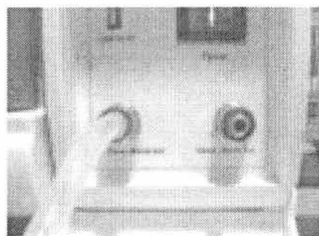

Рис. 22
- 12.1 Емкость для хранения дистиллированной воды каждую неделю необходимо промывать раствором дезодоранта, а затем чистой водой (см. рис. 22) Опорожните емкость через отверстие для сброса дистиллированной воды, затем залейте раствор дезодоранта на 1 час, слейте раствор и промойте емкость и коммуникации дистиллированной водой.